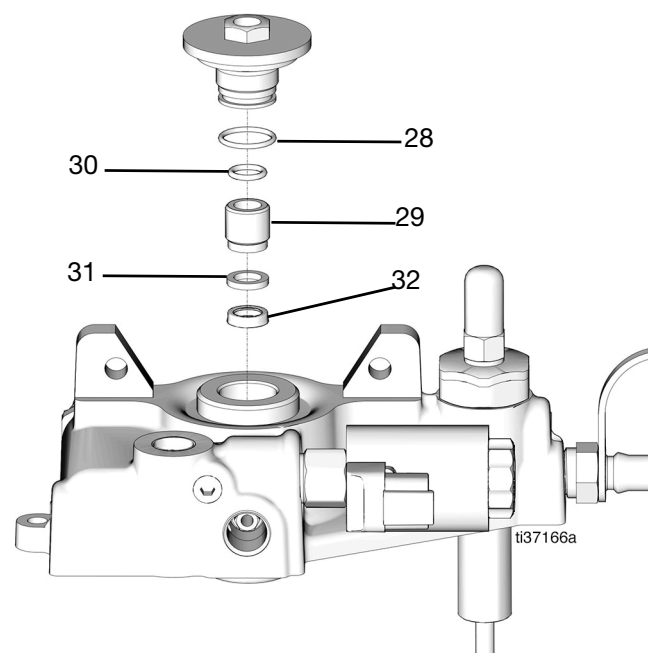

図 48
31. 保持ナットから外部の Oリング (28) を取り外してください (図 48)。
32. 内部の Oリング (30) に到達するために、針板締ネジ (29) を取り外してください (図 48)。
33. ポンプハウジングからブロンズワッシャ (31) を取り外してください (図 48)。
34. スロットシール (32)(U カップ) を取り外します (図 48)。